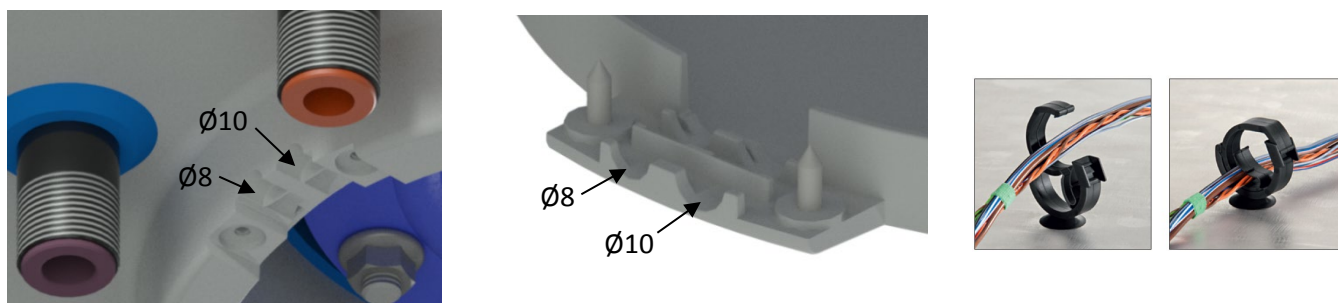
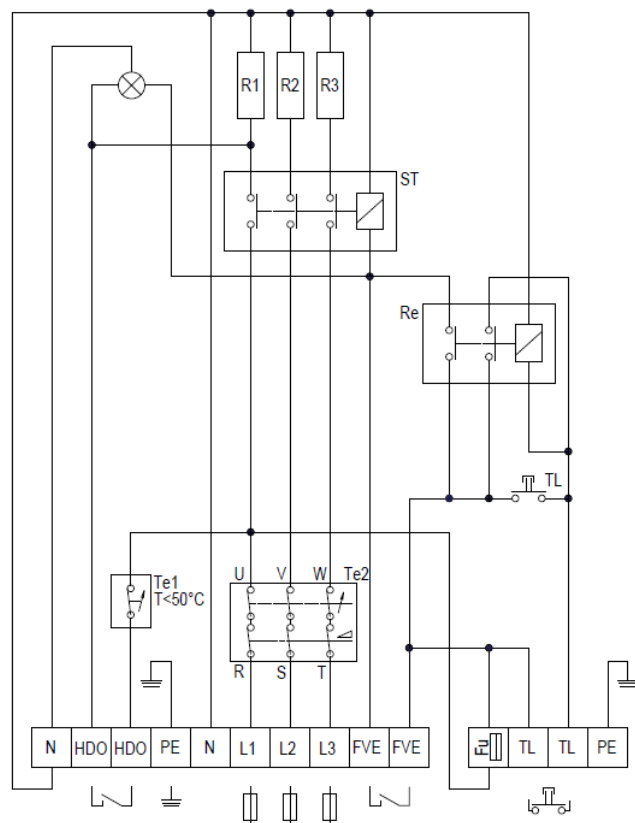

Рисунок 7
Рисунок 8
Подключение выполните согласно приложенной схеме. Подключение, выполненное на заводе, запрещено менять! (Рисунок 8) В крышке электропроводки снимите перегородку, соответствующую диаметру подводящего провода $\varnothing 8$ или $\varnothing 10$ (Рисунок 7). Степень защиты электрических компонентов водонагревателя - IP 44. Потребляемая мощность электрического нагревательного элемента 3×2200 Вт. Для крепления приводного кабеля используйте установленные держатели.
- Схема эл. подключения прилагается к водонагревателю на крышке электропроводки (Рисунок 8).